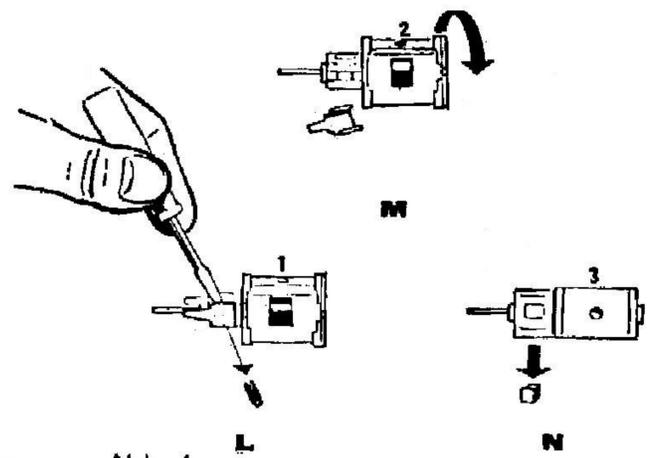

Abb. 4
**Motorbürsten auswechseln (Abb. 4)** Motor wie beschrieben herausnehmen, verbrauchte Motorbürsten in der Reihenfolge (L-M-N) entfernen und durch neue ersetzen. Vorsicht beim Abnehmen der Bürstenhalteabdeckung L, damit die kleine Druckfeder nicht verlorengeht. Das Kontaktblech mit der umgebogenen Kontaktfeder wieder auf die gleiche Motorseite montieren, sonst evtl. Fahrtrichtungsumkehr.